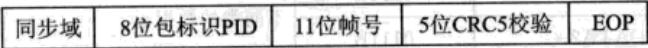

图 1.9.2 SOF 令牌包的结构图
▶ 帧起始包在每帧(或微帧)开始时发送,它以广播的形式发送,所有 USB 全速设备和高速设备都可以接收到 SOF 包。USB 全速设备每毫秒产生一个帧,而高速设备每 125  $\mu$ s 产生一个微帧。USB 主机会对当前帧号进行计数,在每次帧开始时(或者微帧开始时,每毫秒有 8 个微帧,这 8 个微帧的帧号是一样的,即相同的 SOF)通过 SOF 包发送帧号。SOF 中的帧号是 11 位的。在 4 个令牌包中,只有 SOF 令牌包之后不跟随数据传输,其他的都有数据传输。图 1.9.2 是 SOF 令牌包的结构。